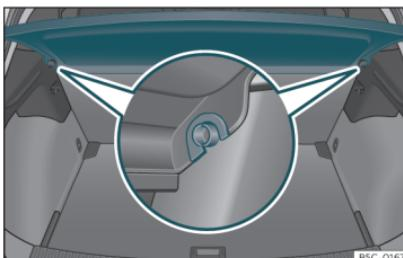

Fig. 115 En el maletero: desmontar y montar la bandeja.
- Desencaje la bandeja de los soportes laterales **»» fig. 115** tirando de ella hacia arriba y extraiga la bandeja.
- Introduzca la bandeja horizontalmente haciendo coincidir la "herradura" sobre el eje de los soportes **»» fig. 115**, y presione hacia abajo hasta que encastre.